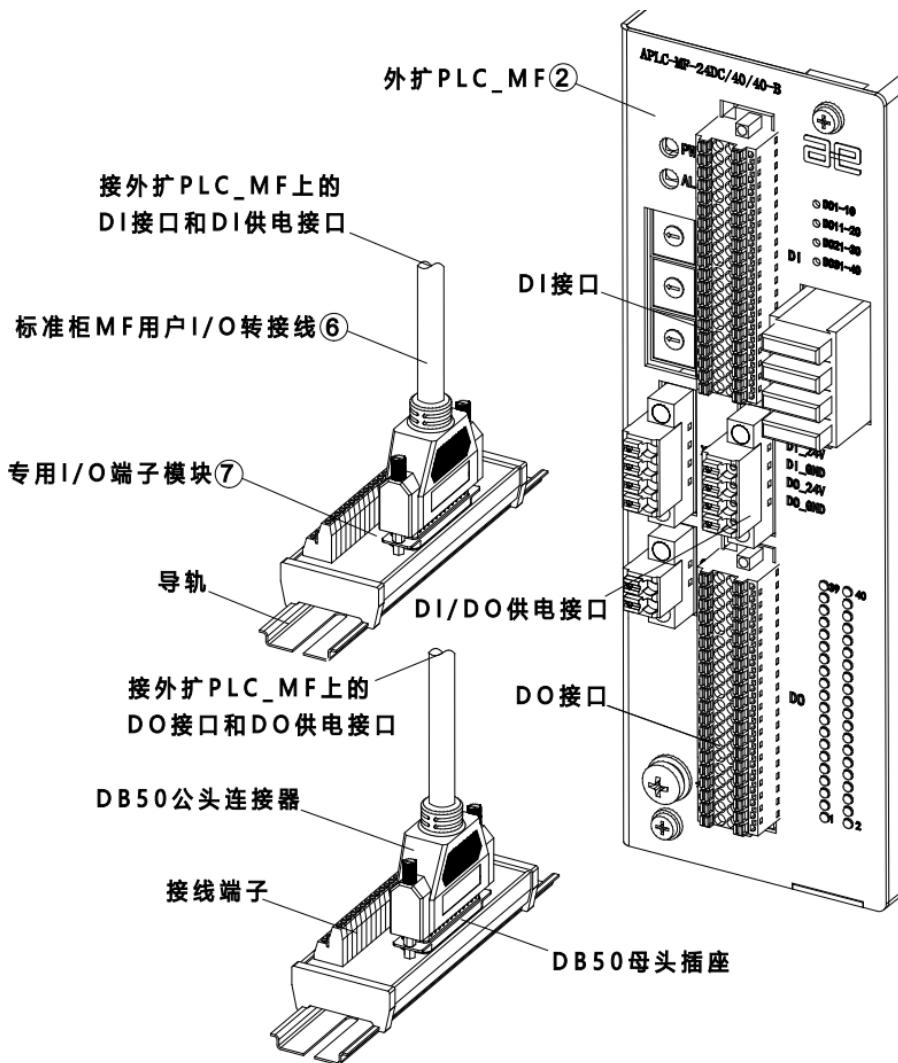

图 20-2 连接用户 I/O 端子示意图
步骤3. 将两根 ⑥ 标准柜 MF 用户 I/O 转接线的一端分别接在 ② 外扩 PLC_MF 上的 DI 接口和 DO 接口上，另一端接在 ⑦ 用户 I/O 端子模块上，参考图 20-2。PLC_MF 波特率设置参考表 19-14。